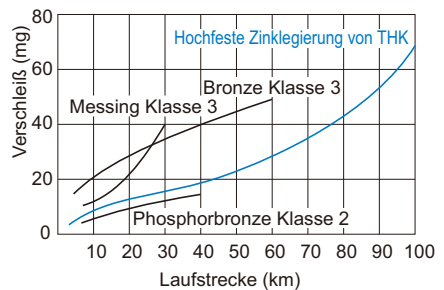

Abb. 1 Verschleißfestigkeit der hochfesten Zinklegierung
Bei einem Gleitlager dient der pV-Wert, der das Produkt aus Flächenpressung (p) und Gleitgeschwindigkeit (V) ist, als Maßstab zur Auswahl des geeigneten Typs. Nehmen Sie den angegebenen pV-Wert in Abb. 1 als Richtwert zur Auswahl der Keilwellenmutter. Der pV-Wert variiert je nach Schmierbedingungen.
Abb. 1 pV-Wert
Aus dem Diagramm der pV -Werte (siehe Abb. 1 auf B 14-5) ist zu ersehen, dass es nicht zu übermäßigem Verschleiß kommt, wenn die Gleitgeschwindigkeit (V) maximal 13,5 m/min gegenüber einem Wert p von 1,73 N/mm² beträgt. Daher ist der Typ DPM3560 geeignet.